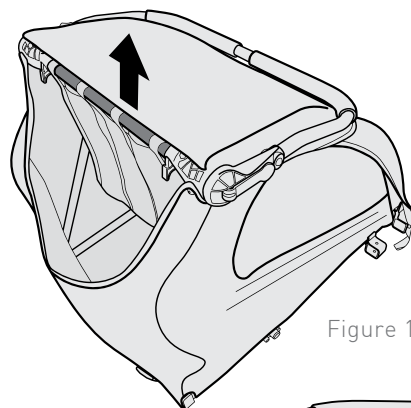

Figure 1
1. Levez le cadre supérieur depuis l'arrière (Figure 1).